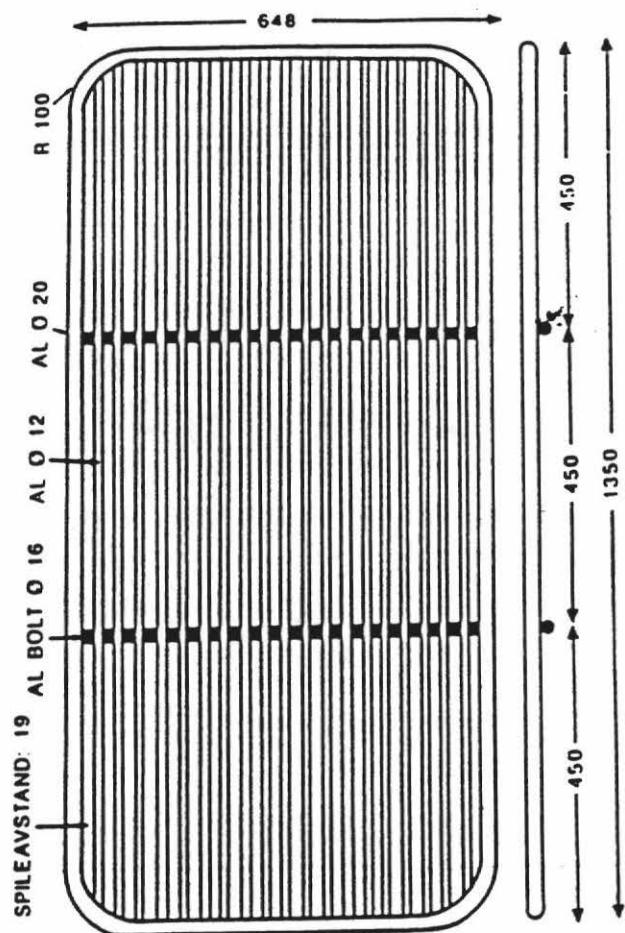

Fig. 3
A. SORTERINGSRIST (se fig. 3, 4 og 7)